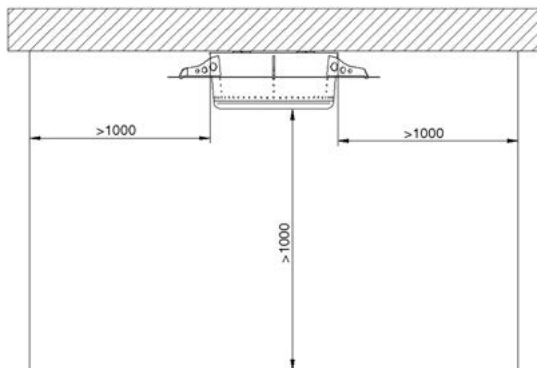

Рис. 4
Мебель камина ebios-fire необходимо выровнять по горизонтали и вертикали, а также зафиксировать от опрокидывания. Настенное устройство должно быть прикреплено к стене. Соблюдайте при этом безопасные расстояния (рис. 4 «Область излучения»). Не перекрывайте отверстия задней вентиляции. Смонтировав корпус камина, вставьте горелку с защитным резервуаром и крышкой в специально предусмотренные для этого выемки в мебели (см. пункт 3.4.1).
До расположенных по бокам горячих элементов конструкции, мебели, декораций или штор необходимо соблюдать минимальное расстояние в 1000 мм (см. рис. 4), чтобы обеспечить достаточную защиту от тепла! Запрещено располагать какие-либо предметы сверху над ebios-fire, до самого потолка помещения (расстояние до потолка > 1000 мм)!
- На свободные поверхности ebios-fire запрещено ставить или класть легковоспламеняющиеся предметы. Не укладывайте мокрое белье на мебель ebios-fire с целью его сушки. Полки для сушки одежды разрешается устанавливать только за пределами области излучения (рис. 4)! **Опасность пожара!**
Пожалуйста, помните: в области теплового излучения, см. рис. 4 (в зоне пламени либо мебели) на расстоянии 1000 мм сверху и по сторонам не должно находиться сгораемых конструктивных элементов.